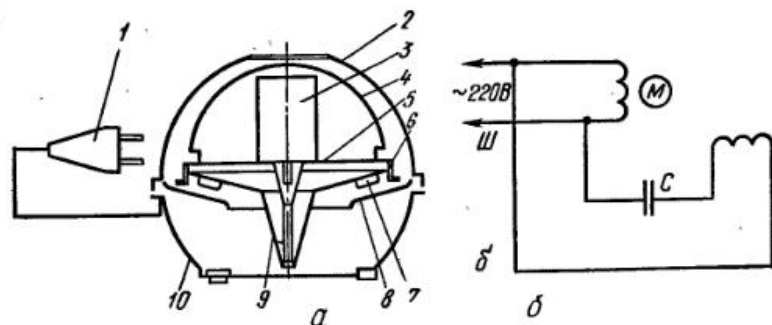

Рис. 32. Увлажнитель «Бриз»:
**УВЛАЖНИТЕЛЬ «БРИЗ».** Электродвигатель 3 (рис. 32, *a*) увлажнителя установлен на основании 5 и приводит во вращение диск 9. При вращении вода из корпуса 10 под действием центробежной силы поднимается по конусу диска и разбивается рассекателем на мелкие капли. Лопатки 7 вентилятора и тарелка 8 образуют поток воздуха, который подхватывает капли воды. Мелкодисперсная смесь воды и воздуха вылетает вертикально вверх из горловины крышки 2.
Для распыления водных растворов лекарственных препаратов (ингаляции) служит мундштук. Электрическая схема увлажнителя дана на рис. 32, б.